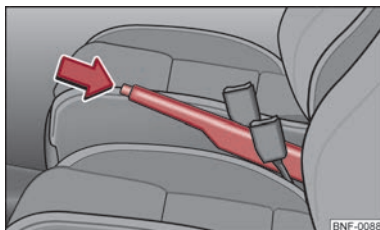

Fig. 60 Midterkonsol: håndbremse
- Træk håndbremsearmen lidt opad, og tryk **samtidig** på låseknappen ⇒ Fig. 60.